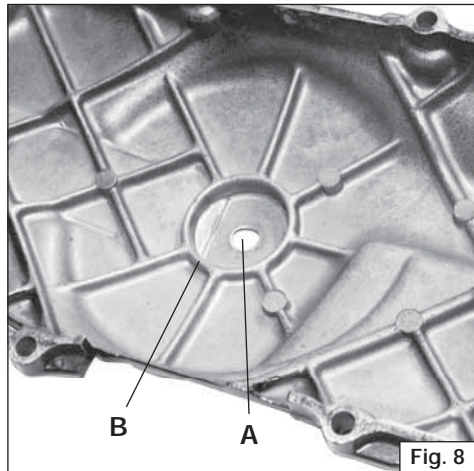

Fig. 8
- Praticare un foro Ø 10 mm sul carter originale (**Fig. 8 – part. A**) centrandolo rispetto alla sede (**Fig. 8 – part. B**)
- Drill a Ø 10 mm hole in the original crankcase cover (**Fig. 8 – part. A**) centring the hole in the recess as shown (**Fig. 8 – part. B**)
- Forer un trou de 10 mm sur le carter d'origine (**Fig. 8 – part. A**) en le centrant par rapport au support (**Fig. 8 – part. B**)
- Die Variatorabdeckung muss wie auf Bild 1 (**Abb. 8 – Pos. A**) zu sehen, mit einem Ø10mm Bohrer, zentral durchbohrt werden.
- Hacer un orificio de diámetro 10 mm en el cárter original (**Fig. 8 – part. A**) centrándolo respecto al alojamiento (**Fig. 8 – part. B**).